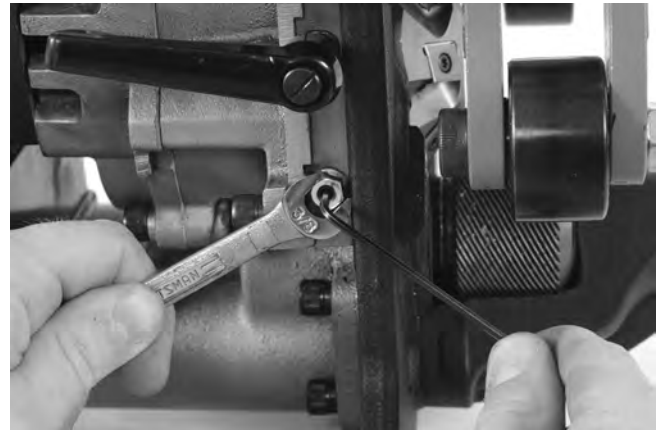

Abbildung 27 – Einstellung der Keilplatte
5. Halten Sie die Stellschrauben mit dem Sechskantschlüssel fest und ziehen Sie die Klemmmuttern an (Abbildung 27).